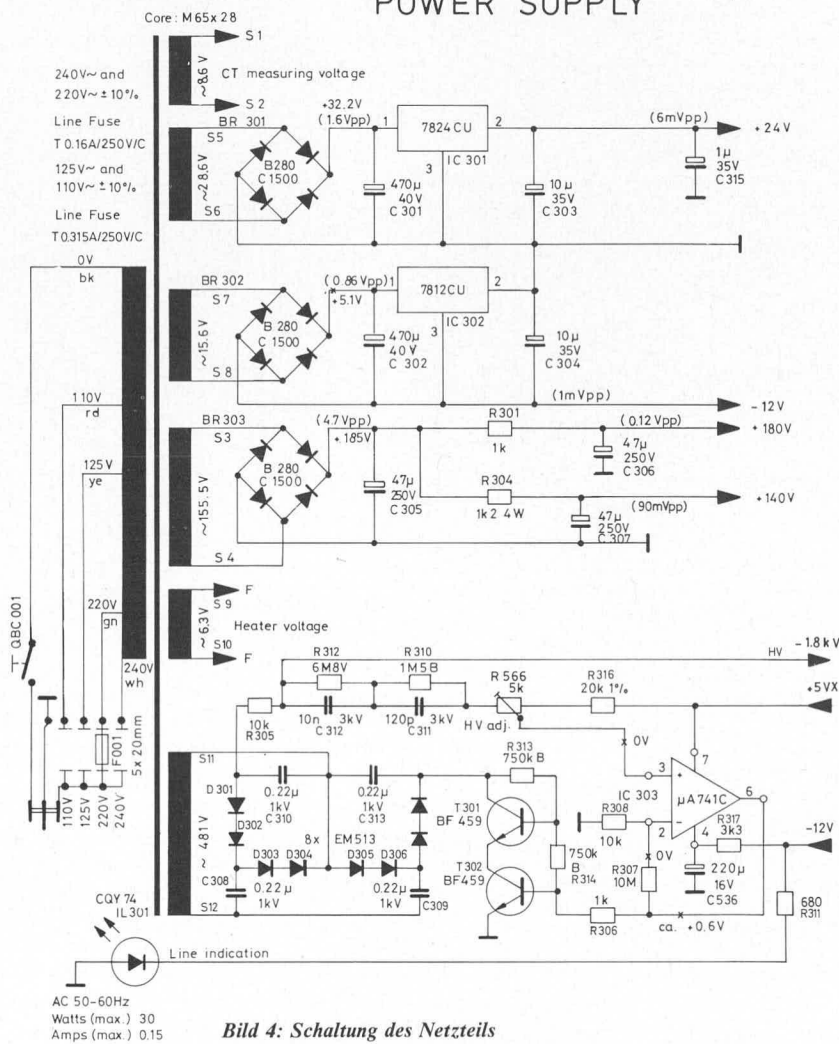

Bild 4: Schaltung des Netzteils
- Stromversorgung (Bild 4)
d) Netzteil (Bild 4)